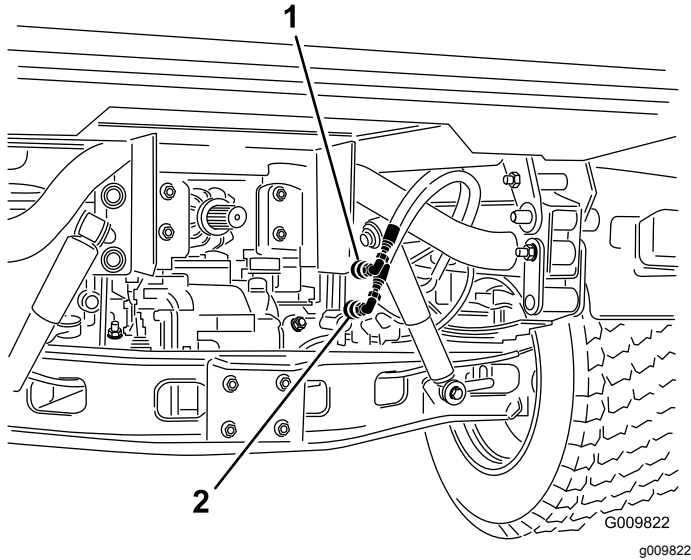

Figure 83
2. Sur les deux machines, débranchez les 2 flexibles à raccords rapides des flexibles fixés au support de raccord (Figure 83).